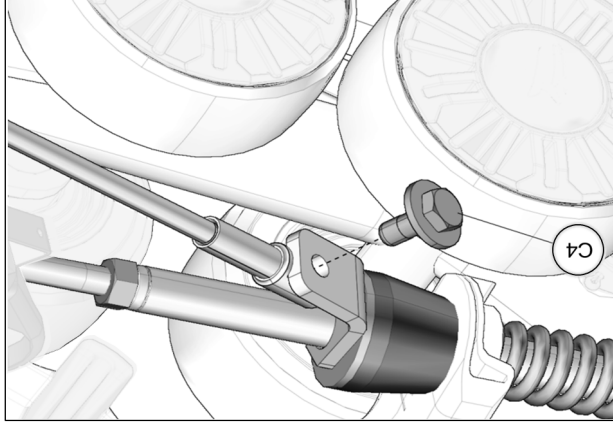

Fig. 28
17. Tourner légèrement le volant dans le sens contraire jusqu'à ce que le câble puisse être fixé à la plaque de support en utilisant le boulon (C4) fourni. Serrer à un couple de 35 N•m [24 lb•pi]. Voir la Fig. 28. Effectuer le même exercice du côté droit.